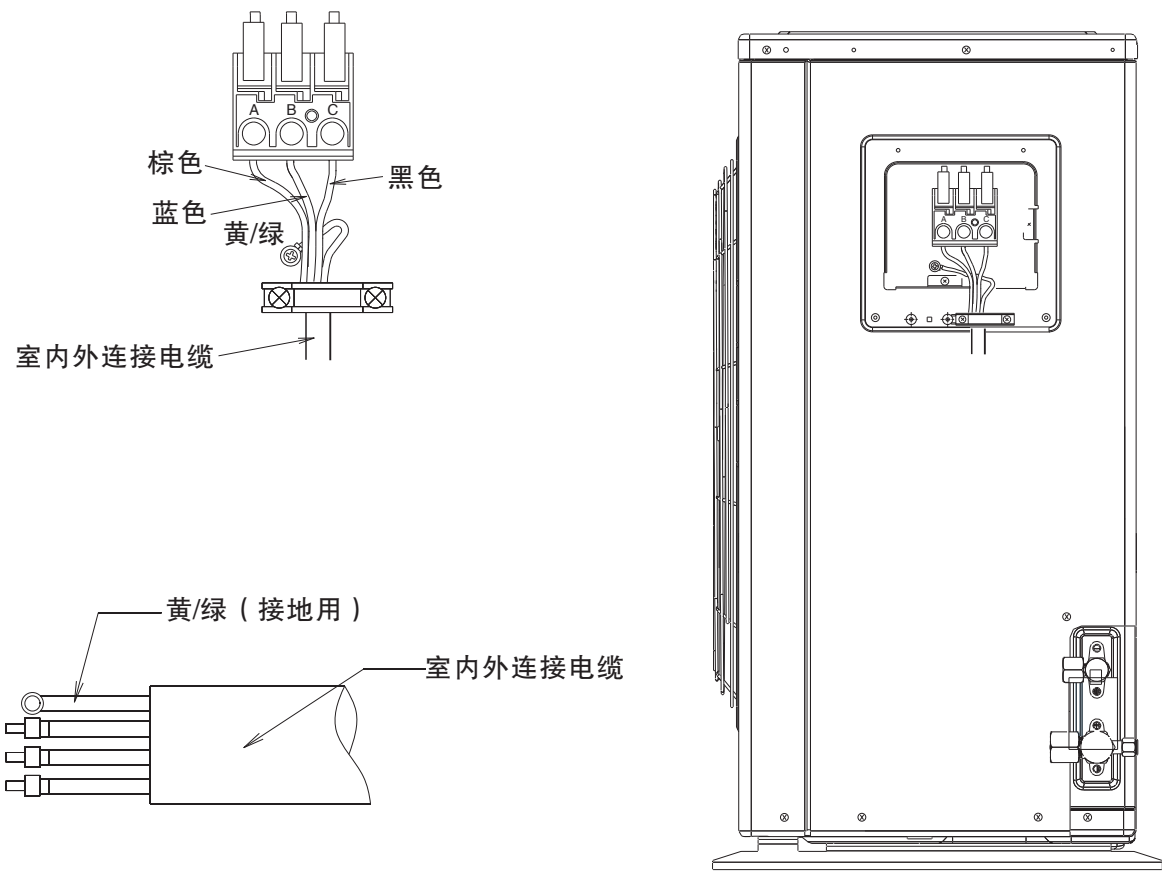

图16
- (1) 把连接电缆按电气接线图所示正确地牢固连接。(图16)(紧固力矩8~15kgf·cm)
- (2) 用电线压板将连接电缆压住后用螺钉紧固。
- (3) 必须将黄/绿线接至带有“⊕”标志的端子上。